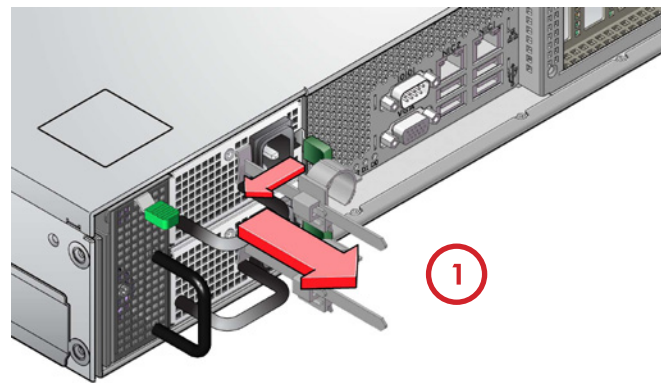

Abbildung 4a: Ausbau eines Netzteils
3. Drücken Sie den Haltehebel zum Entriegeln nach links (siehe Abbildung 4a).